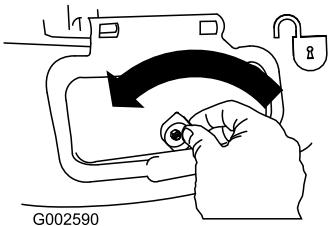

Figure 33
- Déverrouillez le volet d'éjection latérale (Figure 33).